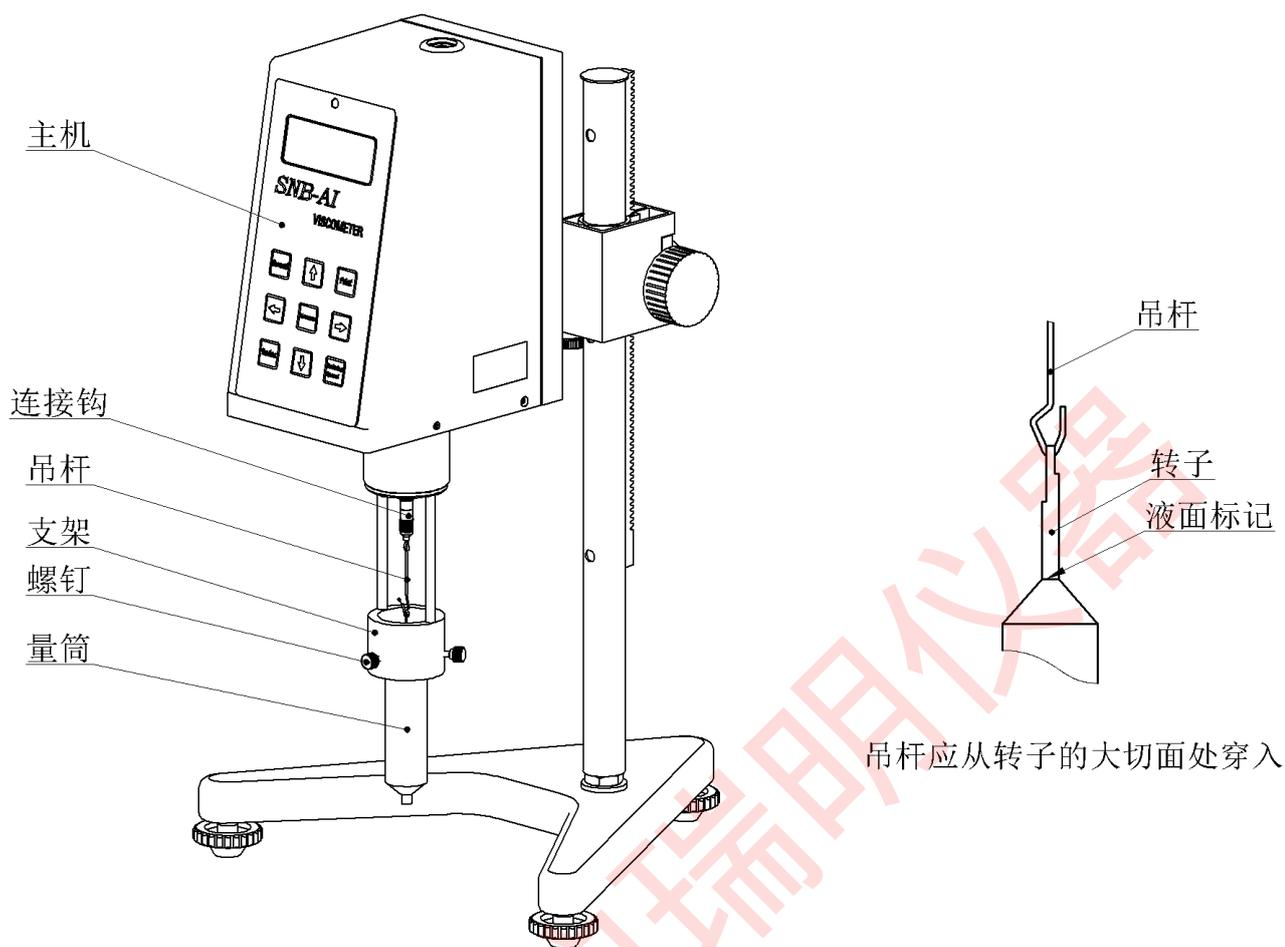
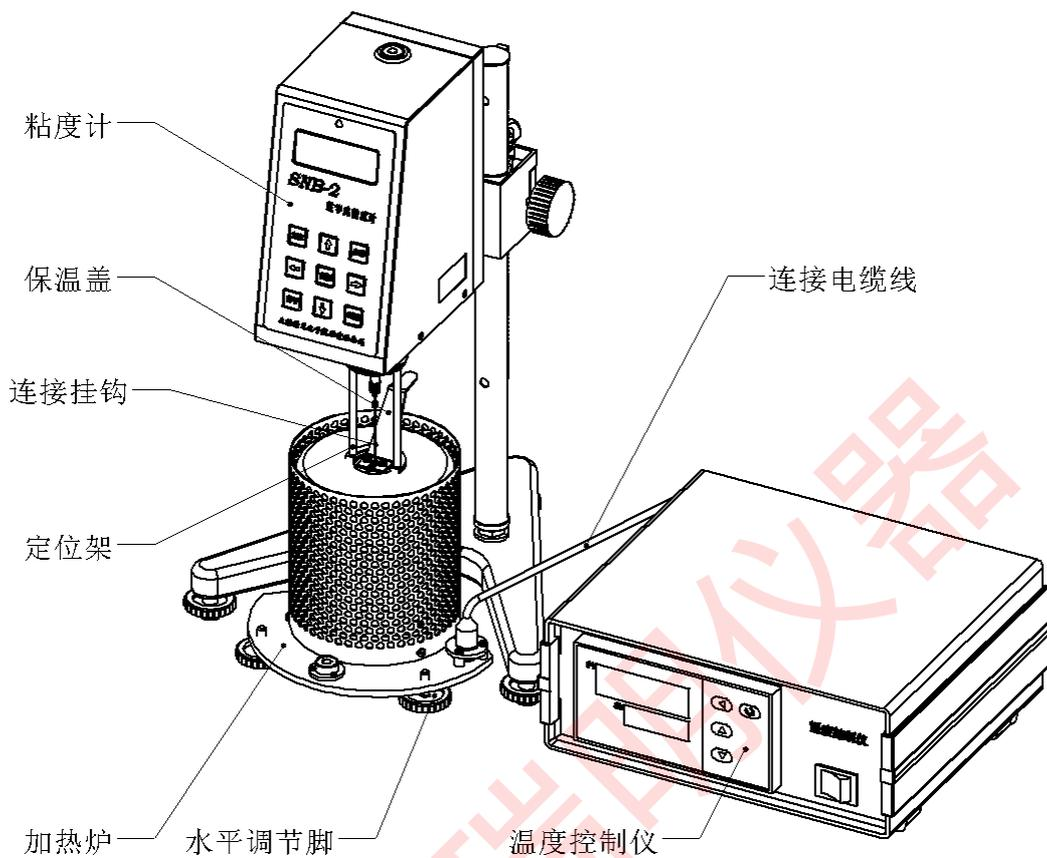

图 2
图 4
4.5 本套设备有两种样品测量方式，方式一装配如图 2 所示，主要用于测量常温下液态物质（方便配合使用其他低温恒温设备）；方式二装配如图 4 所示，主要用于测量常温下为固态，高温加热后成液态的物质。
4.5.1 方式一安装，如图 2：
4.5.1.2 将连接挂钩（短）上的吊杆的大开口端与转子链接，为减小测量误差，吊杆和转子的链接方向必须按图 2（右）所示；
4.5.2 方式二安装，如图 4：
4.5.2.3 将连接挂钩（长）上的吊杆的大开口端与转子链接，为减小测量误差，吊杆和转子的链接方向必须按图 2（右）所示；
4.5.2.6 从包装箱内取出温度控制仪、加热炉如图 4 所示位置放置；